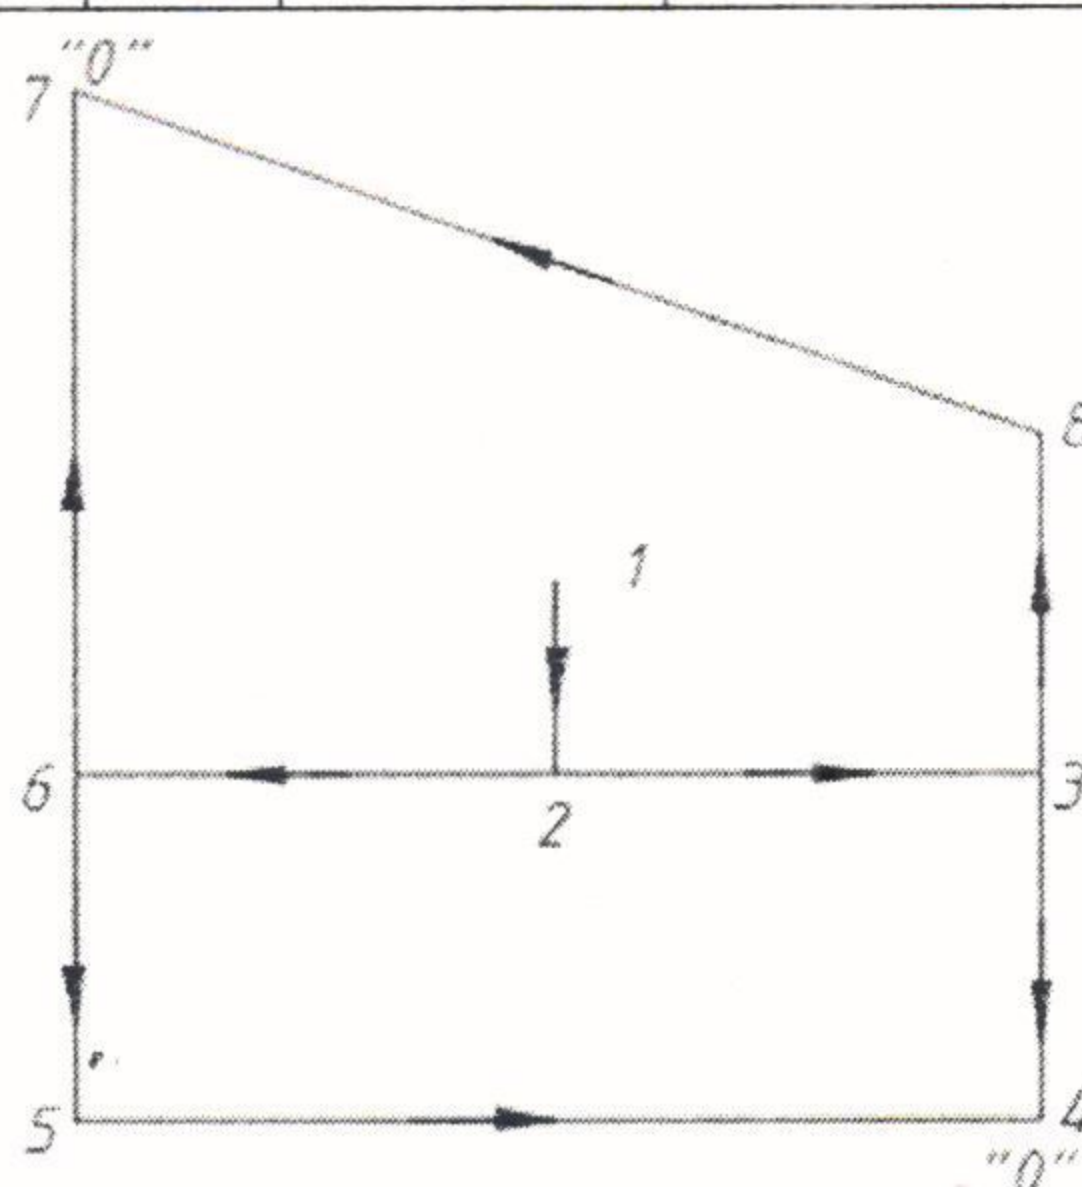

Рисунок 1
2. Определите расход газа (путевой, эквивалентный, транзитный, расчетный) на участках кольцевой сети (рис. 1), если (табл. 2): этажность застройки на территории газоснабжения 2, 3 этажей; расход газа через пункт редуцирования $Q_{\text{прг}}=2450 \text{ м}^3/\text{ч}$.